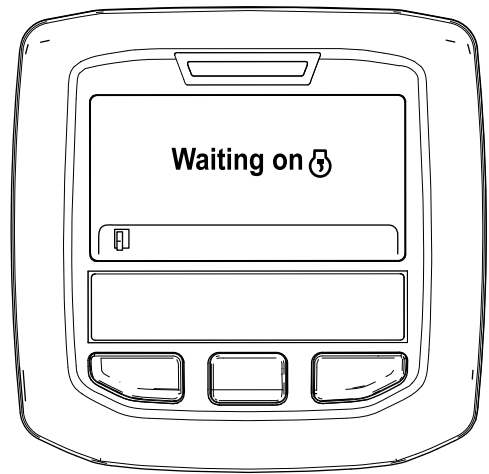

Figure 55
- B. Le message « Waiting on ⚙ » (en attente de ***) s'affiche (Figure 55).